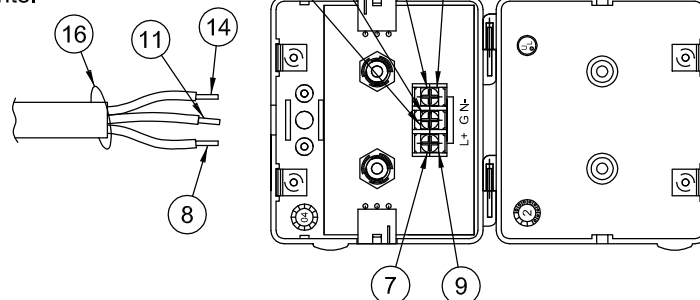

FIG. 3
7. Afloje el tornillo terminal (13) en la n (netural), empuje el alambre de la fuente (14) debajo de la placa terminal (15) y apriete con seguridad. (véase fig. 3)